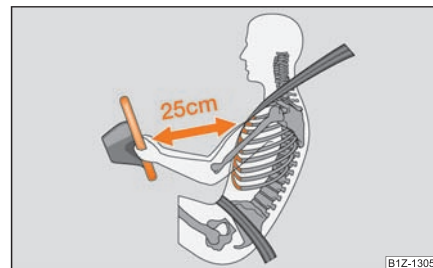

Fig. 135 Distanța sigură față de volan
- **Atât pentru șofer cât și pentru pasagerul dreapta este important să păstreze o distanță de cca. 25 cm față de volan, respectiv de tabloul de bord ⇒ fig. 135. Dacă nu se respectă această distanță, sistemul airbag nu își poate exercita eficiența maximă – Pericol! Pe lângă acestea, scaunele din față și tetierele trebuie să fie întotdeauna reglate în funcție de mărimea corpului.**